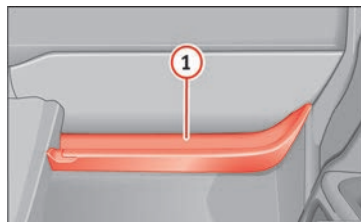

Fig. 125 Vide-poches ouvert côté passager.
Dans le vide-poches ouvert se trouve un crochet pour sacs » fig. 125 ①.